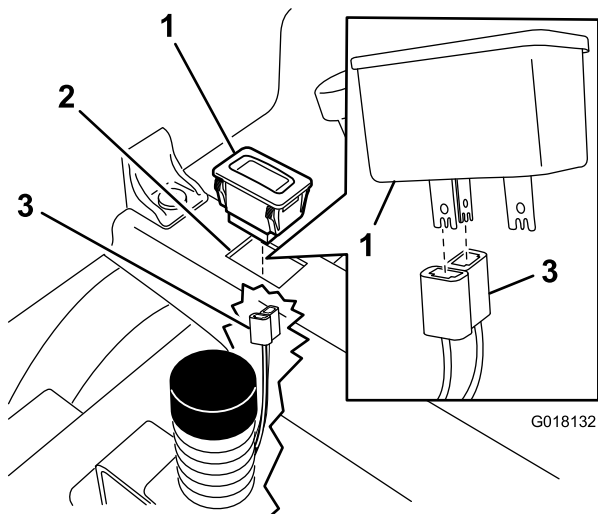

Figura 1
4. Conecte el horímetro al arnés de cables (Figura 1).
Introduzca las 2 clavijas perpendiculares del horímetro en las 2 ranuras del conector del horímetro, como se muestra en la Figura 1.
5. Instale el horímetro en el hueco (Figura 1).